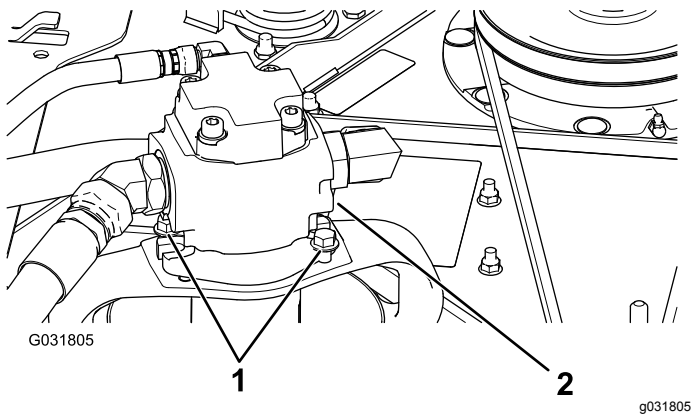

Bild 128
5. Entfernen Sie die Schrauben, mit denen der Hydraulikmotor am Mähwerk befestigt ist (Bild 128).
3. Entfernen Sie die Schrauben, mit denen der Hydraulikmotor am Mähwerk befestigt ist (**Bild 128**).